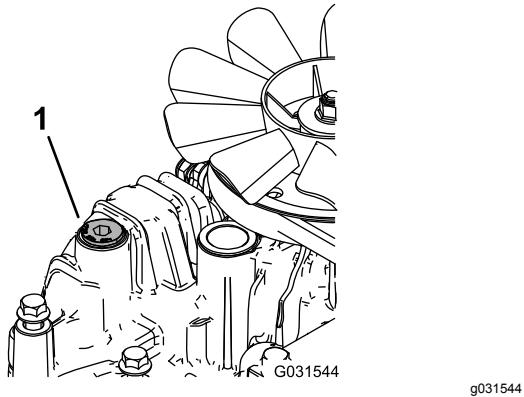

**Figure 71**
- Localisez le bouchon de vidange sous la base de chaque transmission et placez un bac de vidange sous les bouchons (Figure 71).